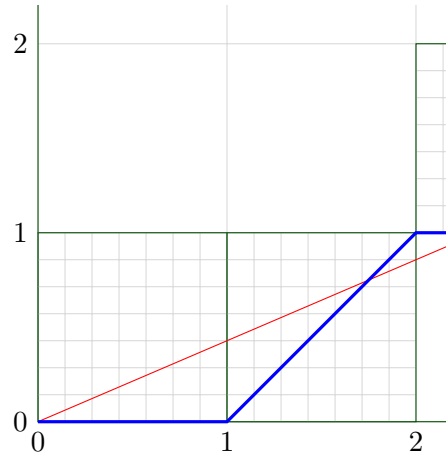

Figura 5: dettaglio del primo e secondo step in x
- primo step in x : osservando il primo quadretto verde $((0,0)(1,0)(1,1)(0,1))$ (figura 5), si vede la linea rossa che taglia il lato verticale destro ad una altezza inferiore alla mezzeria ($\frac{3}{7}$ del lato). Lo step sull'asse y non è da eseguire;